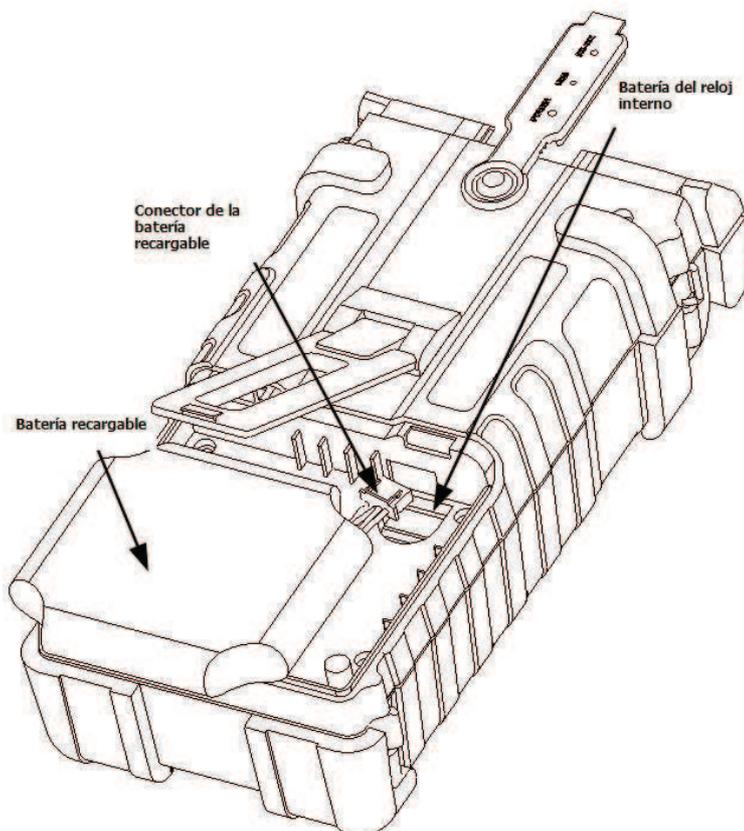

Figura 5-1. Sustitución de las baterías
- Como puede verse en la Figura 5-1, el procedimiento para sustituir las baterías es el siguiente;